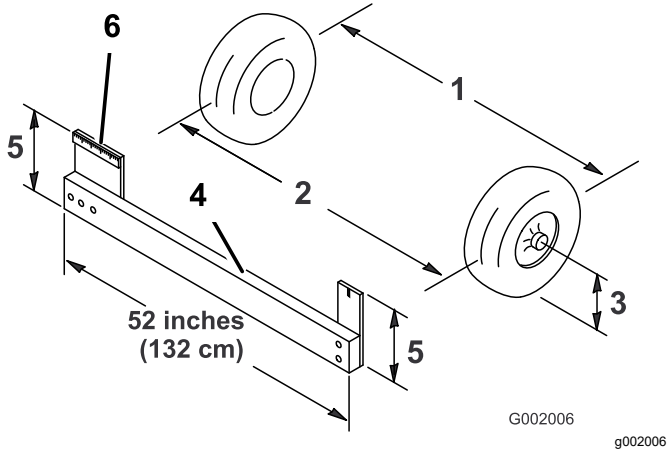

图 51
4. 以轮轴的高度为标准分别测出两个前轮的轮前距离和轮后距离图 51。
注意 要测量轮轴高度的前轮轮后距离需要使用夹具或定位仪。使用相同的夹具或定位仪还可以以轮轴高度为标准准确测量前轮的轮前距离图 51。